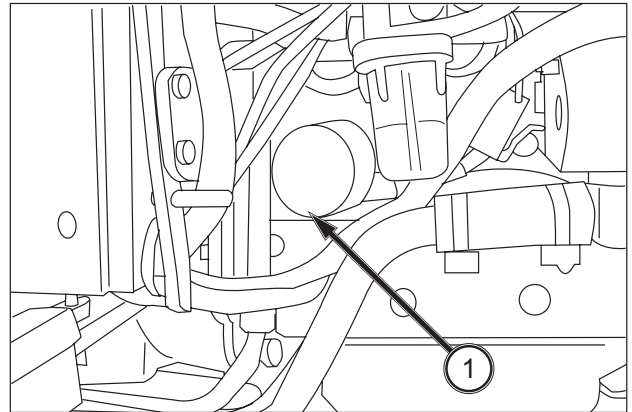

ABB. 125
**ABB. 125:** Zum Wechseln des Motorölfilters Filterelement (1) vom Motor abschrauben und entsorgen. Sicherstellen, dass die Dichtung des alten Filters vollständig entfernt ist.